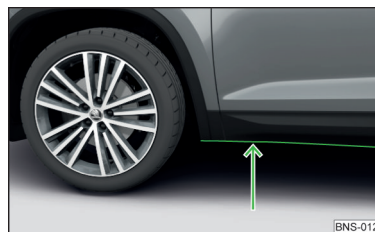

Fig. 263
- Avant de franchir une nappe d'eau, déterminez la profondeur de l'eau. Le niveau de l'eau ne doit pas dépasser le bord inférieur du longeron inférieur » fig. 263.